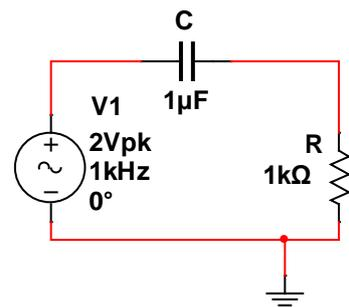

Figure 1 : Filtre RC passe haut
- Réalisez montage de la figure 1.